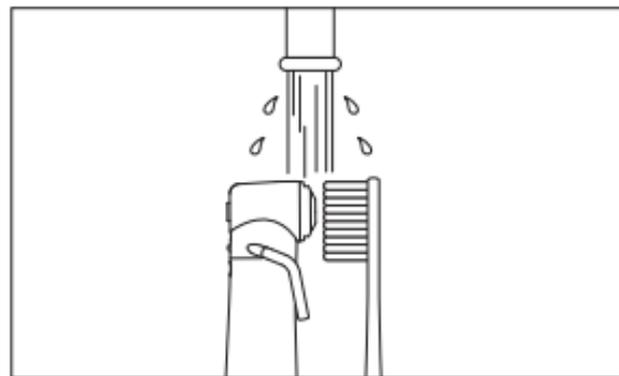

Fig. 16
- 1) Nettoyez les surfaces externes de la pièce à main à l'aide d'une brosse à dents à poils souples pendant 15 secondes ou plus. (Fig. 16)